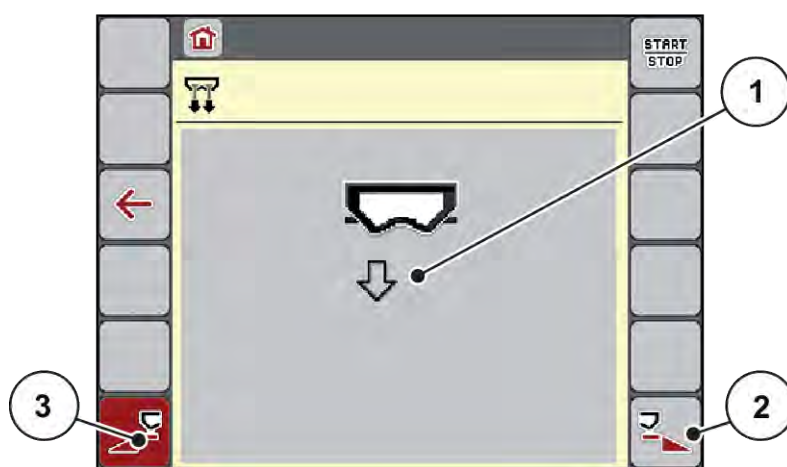

Fig. 26: Menu Vidage rapide
*L'écran affiche le tronçon souhaité avec un symbole (Fig. 26 [3]).*